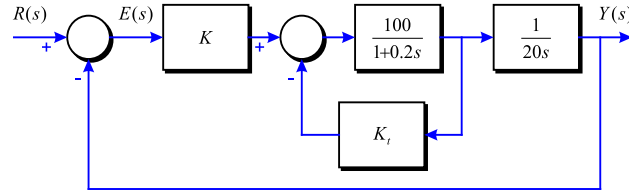

Figura 3-21
**Problema 75** Pel sistema de control de la Figura 3-21: